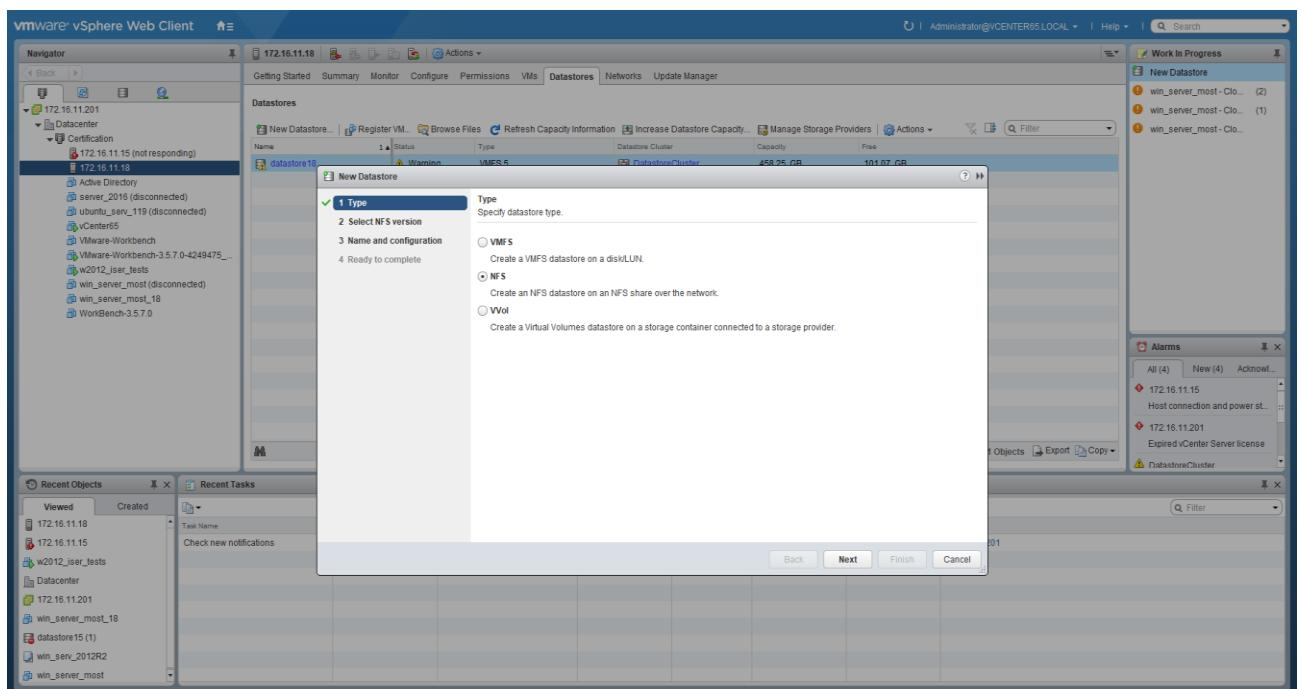

Рисунок 143. Окно выбора типа Datastore
4. Выберите тип datastore - «NFS» (см. Рисунок 143)